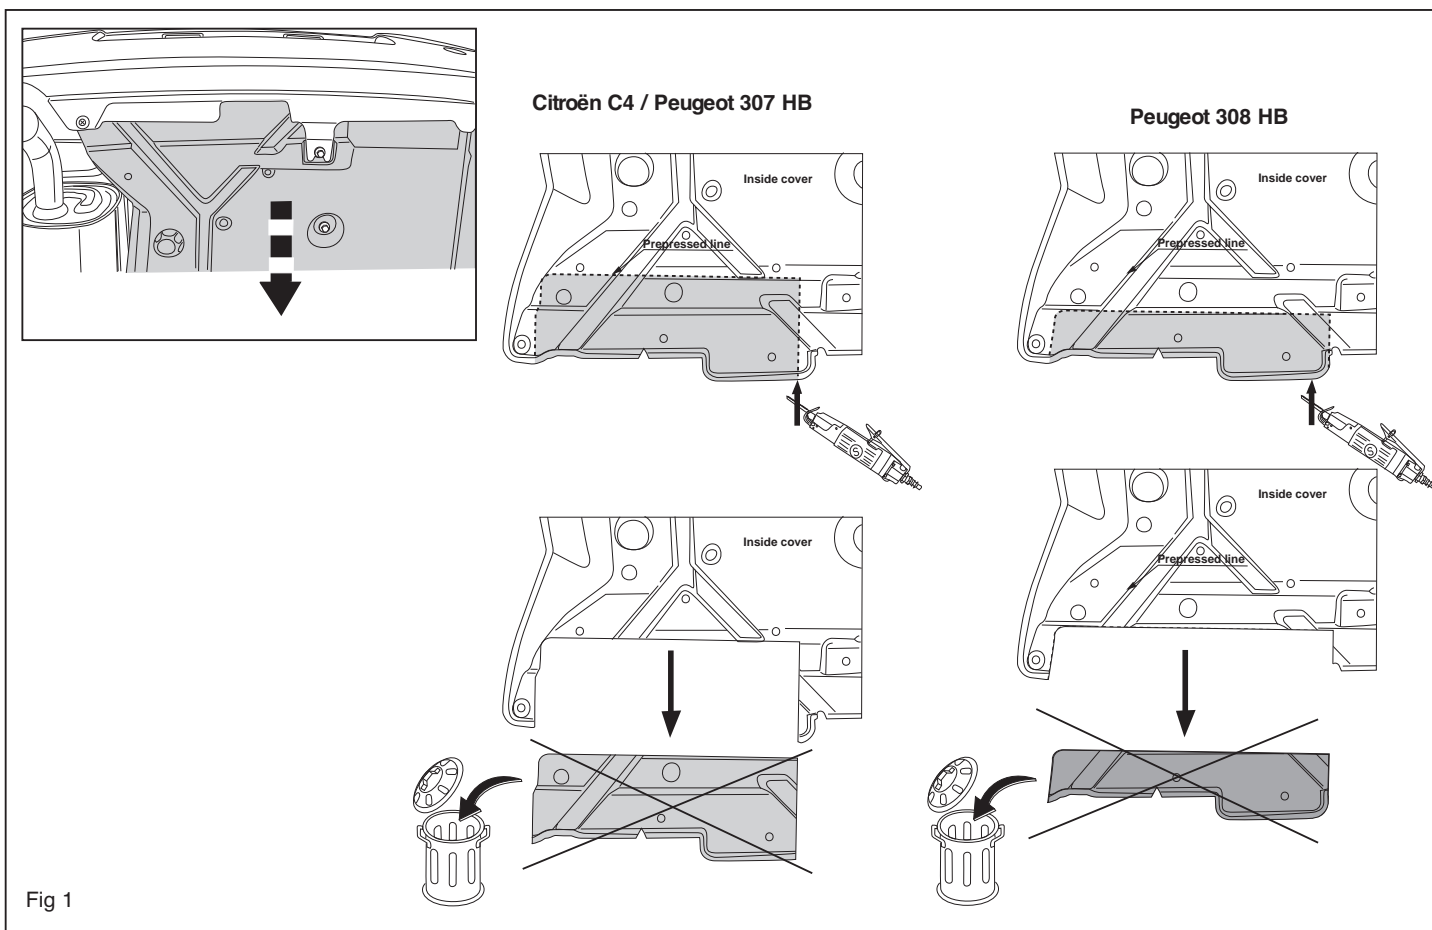

Fig 1
1. Remove if extant the cover plate from the underside of the bumper. See figure 1. Saw a portion out of the bumper and the cover plate as shown in figures 1 and 2a / 2b / 2c. **For C4 2010-> + 308 HB and DS4 2011->versions:** Use the template to saw out the indicated section from the bumper. (place the template on the outside of the bumper). Unscrew the bolt of the bumper center strip. Remove the 3 bolts M8 from the rear pannel of the vehicle, at holes A. They will not be used again. Replace them with 3 bolts M8x50 and 3 plain washers M8, ø24. Tighten to the torque indicated in the table.
1. Démontez si présent les plaquettes de recouvrement situées sous le pare-chocs. Voir la figure 1. Scier une partie du pare-chocs et de la plaque de protection conformément à la figure 1 et 2a / 2b / 2c. **Pour les modèles de C4 2010-> + 308 HB et DSA 2011-> :** Scier la partie du pare-chocs indiquée avec le gabarit. (Placer le gabarit sur le côté extérieur du pare-chocs).
1. Falls vorhanden die Abdeckplatten auf der Unterseite der Stoßstange abmontieren. Siehe Abbildung 1. Gemäß Abb.1 und 2a / 2b / 2c einen Teil aus der Stoßstange und der Abdeckplatte heraussägen. **Bei den Typen C4 2010-> + 308 HB und DS4 2011-> :** Den angegebenen Teil mit Hilfe der Schablone aus der Stoßstange herausschneiden. (Schablone außen auf der Stoßstange anlegen)
1. Zdemontować gdy obecny płyty pokrywowe od spodu zderzaka. Patrz rysunek 1. Wypilować zgodnie z rysunkiem 1 i 2a / 2b / 2c z zderzaka i płyty pokrywowej. **Dla modeli C4 2010-> + 308 HB i DS4 2011-> obowiązują:** Wypilować wskazany odcinek zderzaka korzystając z szablonu. (szablon umieścić na zewnętrznej stronie zderzaka). Odkręcić śrubę mocującą środkowy pas zderzaka. Usunąć 3 śruby M8 z tylnego panelu pojazdu, w miejscu otworów A. Nie będą ponownie używane. Zastąpić je 3 śrubami M8x50 i 3 pierścieniami uszczelniającymi M8, ø24. Dokręcić do momentu obrotowego wskazanego w tabeli. **Dla modeli 308 XT obowiązują:** Spilować zaznaczoną część, jak pokazano na rysunku 3 Powierzchnie metalowe pokryć środkiem antykorozyjnym.
3. Umocować prawą płytę boczną (3) wzdłużnika haka holowniczego, wprowadzając śruby M8x50 oraz 2 śruby M10 (znajdujące się pod pojazdem) do otworów A i C. Lekko przykręcić płytę boczną, używając pierścieni sprężystych i nakrętek.
4. Umocować lewą płytę boczną (2) wzdłużnika haka holowniczego, wprowadzając śruby M8x50 i 2 śruby M10 (znajdujące się pod pojazdem) do otworów A, B i C. Lekko przykręcić płytę boczną, używając sprężystych i nakrętek.
5. Ustawić poprzecznice (1) pomiędzy panelem tylnym a zderzakiem (poprzecznicą nad rurą wydechową). Uwaga, w razie potrzeby, wraz z płytami wypełniającymi (6).
6. Zamontować bez dokręcania płyty boczne (2), (3) do poprzecznicy (1) używając śrub M12x35 pierścieni sprężystych i nakrętek. Dokręcić w następującej kolejności do momentu obrotowego wskazanego w tabeli :
7. Umocować obudowę (4), korzystając ze śrub M12x90 i nakrętek samozabezpieczających się M12. Zamontować składaną płytę z gniazdem wtykowym (5). Dokręcić w następującej kolejności do momentu obrotowego wskazanego w tabeli. Umocować gdy obecny płyty pokrywowe od spodu zderzaka.